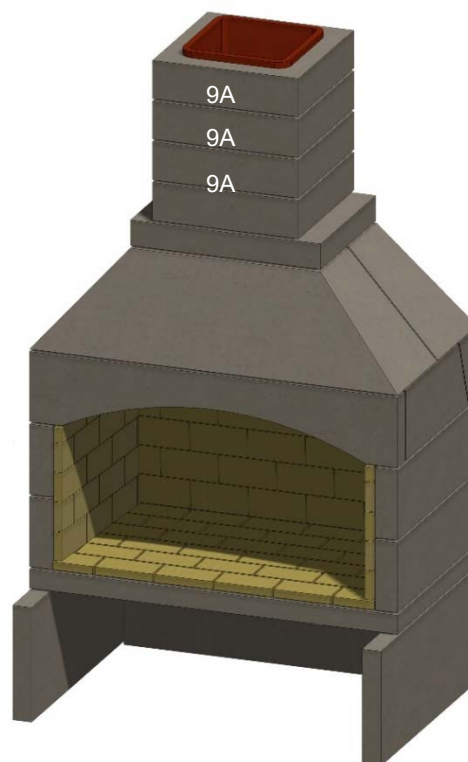

Figure 24. Cheminée complète
P. Installez les autres sections de cheminée (9A) en les enrobant complètement de mortier et en comblant l'espace entre les tuiles d'argile de chaque section. Parguez les joints pour créer une transition douce entre chaque section de cheminée. Remarquez que si une tuile est ébréchée ou légèrement hors d'équerre, elle peut être utilisée à condition que les joints soient remplis et lissés avec du mortier haute température. Voir la figure 24. **Si une cheminée supplémentaire est nécessaire pour pénétrer dans un toit ou une structure, consultez la section 4.0 pour des instructions plus détaillées.**